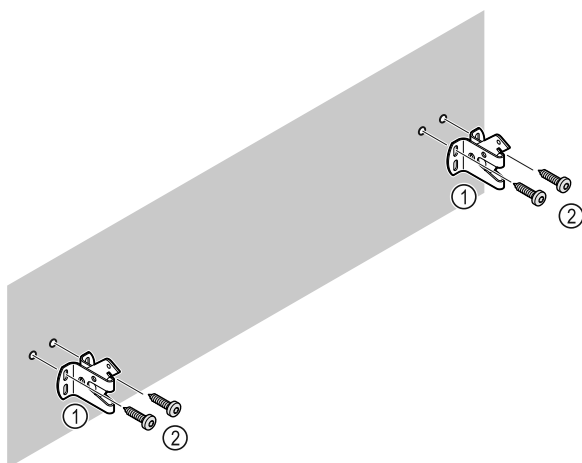

Fig. 12
Je nach Beschaffenheit der Wand (Holz, Beton) geeignetes Befestigungsmaterial (z. B. Dübel) und ausreichend Befestigungspunkte verwenden Fig. 12 (2).
- ▶ Sicherungshaken befestigen. Fig. 12 (1)